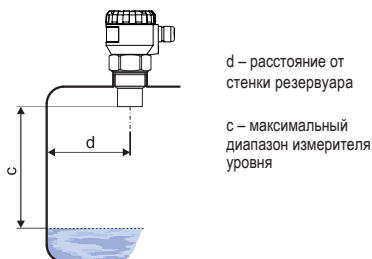

Рис. 3: Расстояние между измерителем уровня и стенкой резервуара
- Минимальные размеры при монтаже в крышке или потолке резервуара приведены на рис. 3.